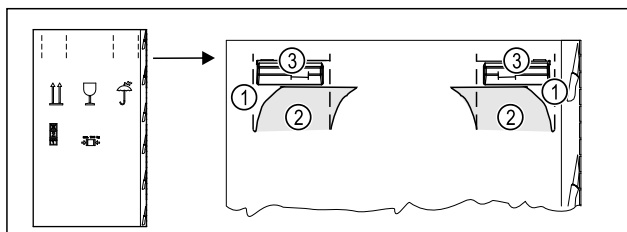

Fig. 5
- ▶ Comprimere il cartone di imballaggio in alto sulla perforazione Fig. 5 (1).
- ▶ Estrarre le linguette compresse Fig. 5 (2).
- ▶ La maniglia di trasporto Fig. 5 (3) a destra e a sinistra è visibile.
- ▶ Tenere l'apparecchio dalle maniglie di trasporto Fig. 5 (3).